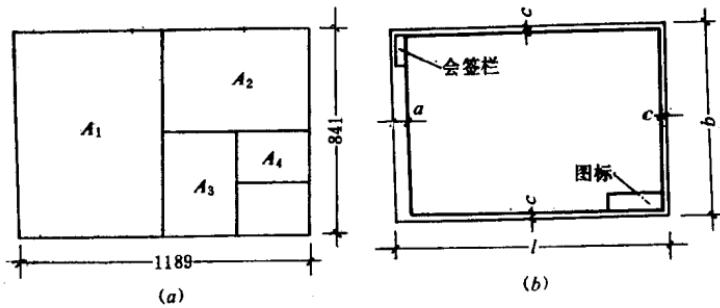

图 1-11 图幅规格
(1) 图纸幅面规格：对图纸的幅面及图框尺寸，标准的规定如图1-11所示并见表1-1。